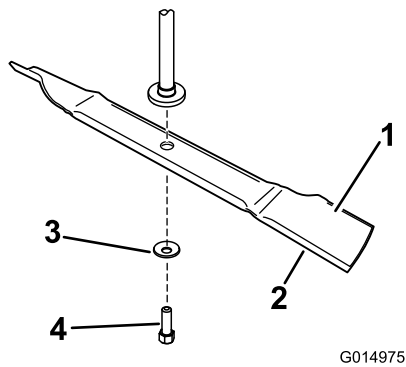

Bild 7
1. Setzen Sie das Messer auf die Spindelwelle (Bild 7).
2. Setzen Sie die Wellenscheibe (Kappenseite zum Messer) und die Messerschraube ein (Bild 7).